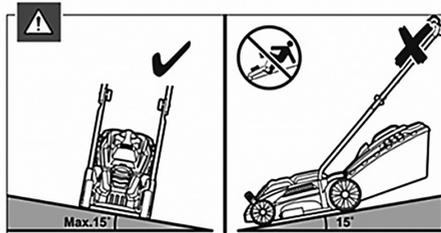

Рис. 13 Положение газонокосилки при скашивании
- Запрещается работать газонокосилкой, если угол склона превышает 15° (Рис. 13).